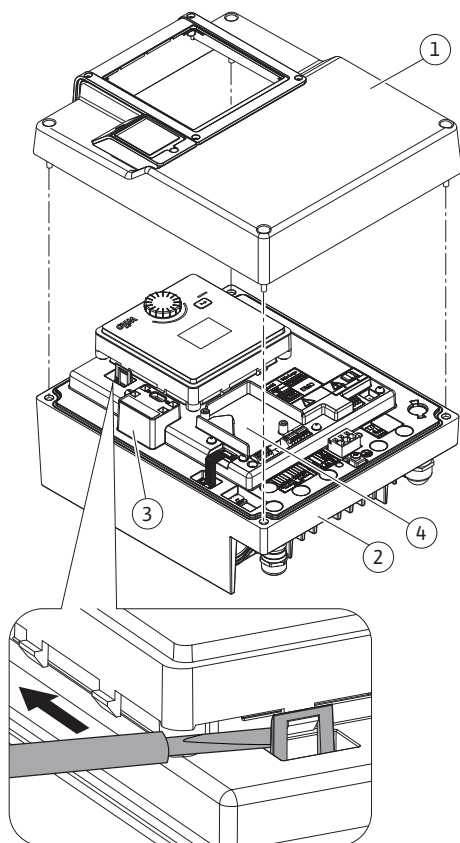

Fig. 26: Módulo eletrônico
Os módulos CIF (acessórios) são utilizados para a comunicação entre as bombas e o BMS. Os módulos CIF estão ligados ao módulo eletrônico (Fig. 26, pos. 4).